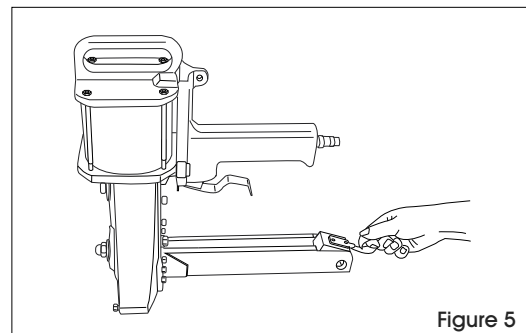

Figure 5
2. Tirez le poussoir vers l'arrière et tournez-le en position verrouillée. (Voir Figure 5)